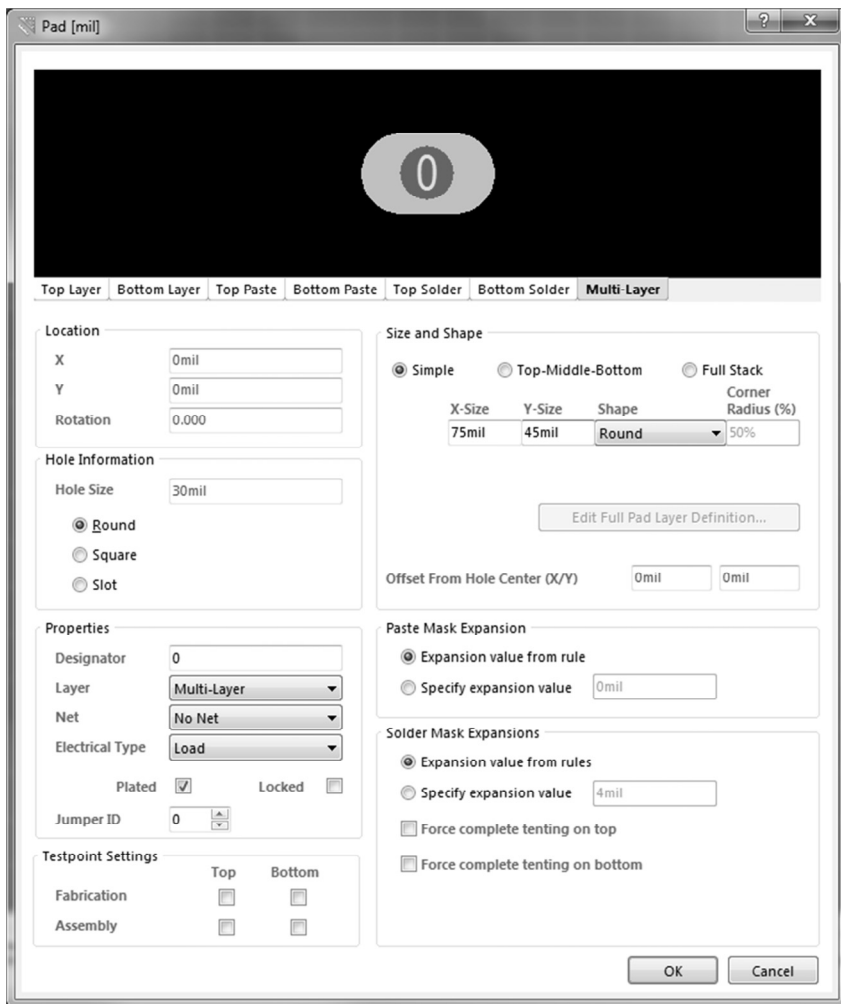

Рис. 2.11. Настройка свойств КП перед размещением
В диалоге *Pad* (рис. 2.11) реализована функция предпросмотра, позволяющая оценить вид КП на определенных слоях. Отверстие в КП можно сделать круглым (*Round*), квадратным (*Square*) или в виде прорези (*Slot*). Металлизация отверстий задается настройкой *Plated*. Эта информация учитывается в том числе и при подготовке к производству. В частности, для металлизированных и неметаллизированных отверстий могут создаваться разные файлы для сверлильного станка с ЧПУ (NC Drill). При создании посадочного места крайне важно правильно разместить КП, поскольку при ошибке возникнут проблемы с монтажом реального компонента.
1. Выполните **Place** → **Pad** [«горячие» клавиши: P → P] или нажмите кнопку на панели инструментов. Рядом с курсором появится контактная площадка. Перед установкой первой КП нажмите [Tab], чтобы настроить свойства контактных площадок. Появится диалог *Pad* (рис. 2.11).
2. Введите настройки, показанные на рис. 2.11, чтобы создать вытянутую КП.